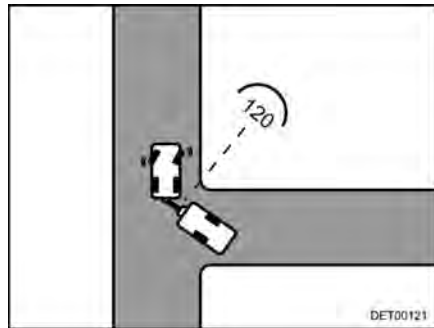

Fig. 15 Svolta all'incrocio
- Appena entrambi i veicoli si trovano ad un angolo di ca. 120° l'uno rispetto l'altro, fermarsi (Fig. 15).